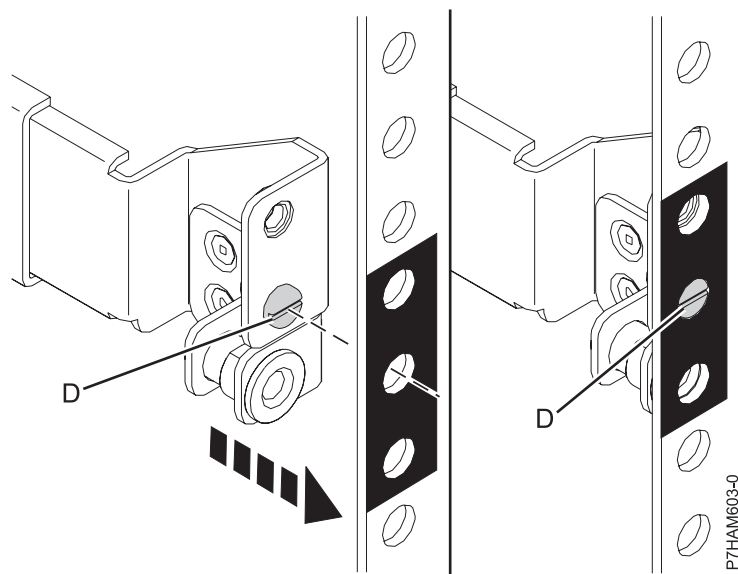

Figure 10. Fixation de la glissière à l'arrière de l'armoire
- e. Insérez la vis d'alignement (**D**) de la glissière dans le trou intermédiaire de la bande EIA marqué précédemment, comme indiqué à la figure 10.